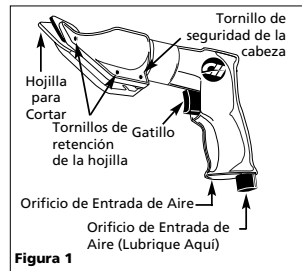

Figura 1
1. Suelte el tornillo de seguridad de la cabeza (ver Figura 1) y gire la cabeza en la posición deseada. Vuelva a apretar el tornillo antes del uso.
3. Oprima el gatillo para comenzar a operar la cortadora (Vea la Figura 1).
2. Retire los tornillos de retención de la hoja (ver Figura 1).